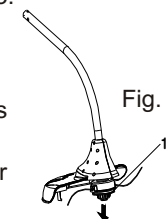

Fig. 8
**Soltando o fio de nylon (fig.8)**